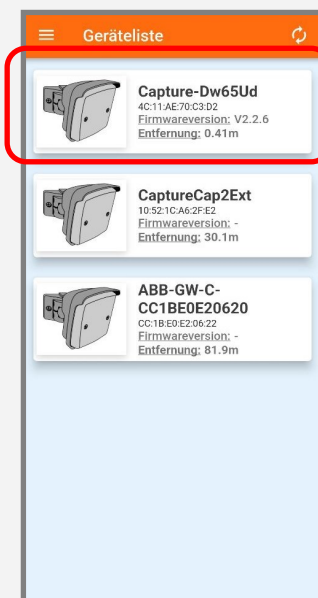

Bild 1
- 1) Nachdem Sie die App geöffnet haben, wählen Sie Ihr Gerät aus der Liste aus. (Bild 1)